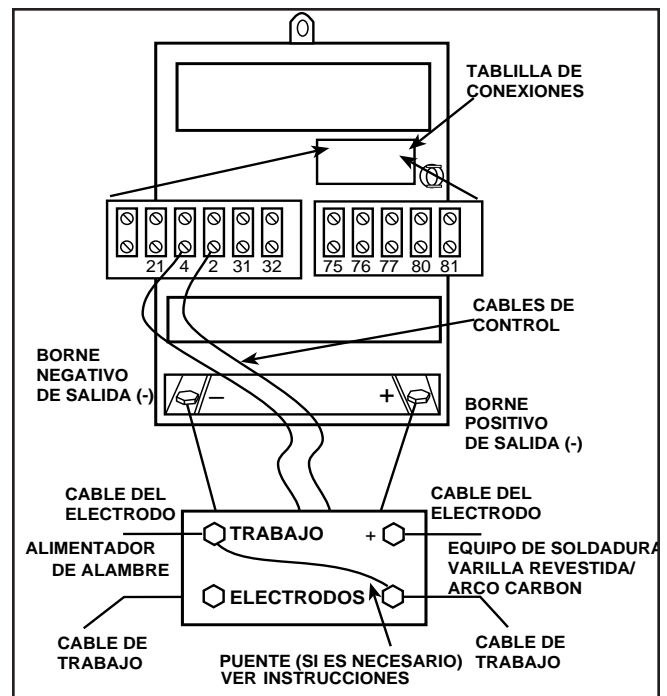

FIGURA C.4 - CONEXIONES DE CABLES DEL INTERRUPTOR MULTIPROCESOS
- Conecte el cable derecho del INTERRUPTOR MULTIPROCESOS (viendo la máquina de frente) a la terminal de salida positiva (+) de la IDEALARC DC-600. Consulte la Figura C.4.
- Conecte el cable izquierdo del INTERRUPTOR MULTIPROCESOS (viendo la máquina de frente) a la terminal de salida negativa (-) de la IDEALARC DC-600. Consulte la Figura C.4.
13. Conecte los cables de electrodo y trabajo del alimentador de alambre. Consulte la Figura C.4.
15. Conecte los cables de electrodo y trabajo de procesos de electrodo revestido o de aire carbón. Consulte la Figura C.4.
NOTA: Cuando no es necesario tener cables a tierra separados para soldadura con electrodo revestido y semi-automática y automática, conecte un puente de la terminal "Trabajo" del INTERRUPTOR MULTIPROCESOS a la terminal "negativa" del INTERRUPTOR MULTIPROCESOS. Consulte la Figura C.4.